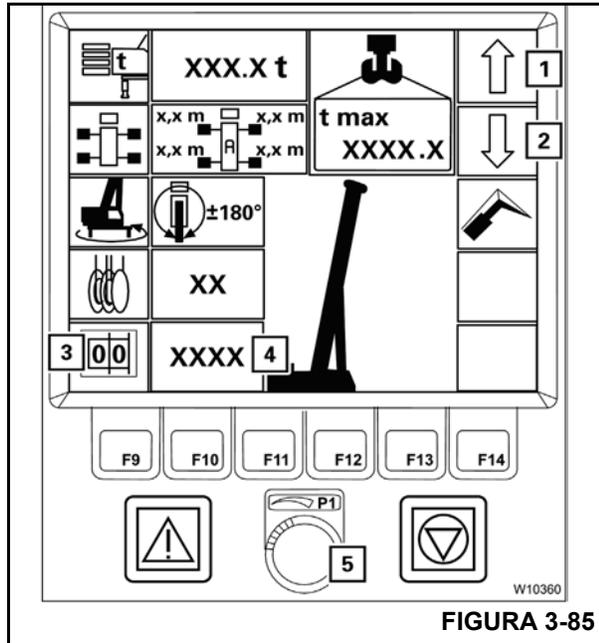

FIGURA 3-85
1. Presione una vez el botón (3, Figura 3-85), símbolo de color verde.
2. Presione el botón (1) o (2) repetidamente hasta que la pantalla (4) muestre el código de RCL requerido.